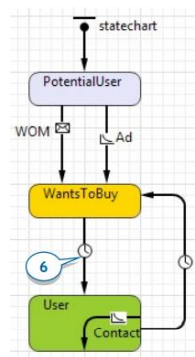

Рисунок 7.5 – Додавання переходу
6. Додайте перехід від *WantsToBuy* до стану користувача, щоб змодельовати доставку товару та назвати її *Purchase* (рис. 7.5).